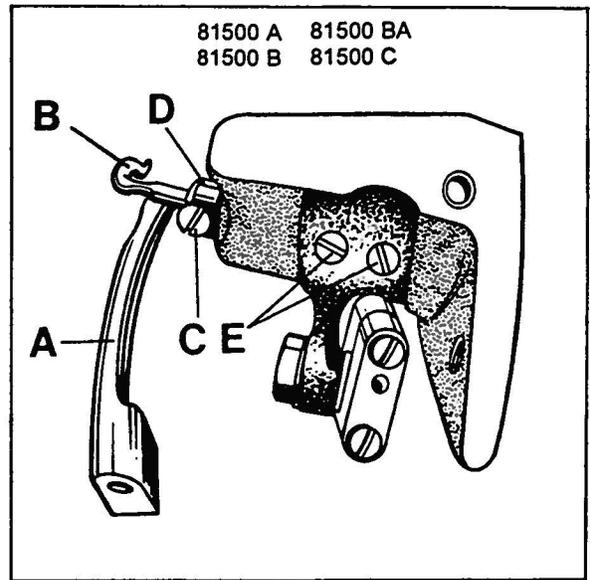

Fig. 14
The thread retainer (B, Fig. 14) should retain the lower looper thread before the lower looper (A) enters into the needle thread loop.
After loosening screw (C, Fig. 14) the thread retainer (B) can be moved to the left or right. Retighten screw on the flat of the thread retainer shank.
Der Fadenholer (B, Fig. 14) soll den Untergreiferfaden zurückhalten ehe der Untergreifer (A) in die Nadelfadenschlinge eintritt.
Nach Lösen der Schraube (C, Fig. 14) kann der Fadenholer (B) nach links oder rechts verschoben werden. Ziehen Sie die Schraube wieder auf der Befestigungsfläche des Fadenholerschafes an.